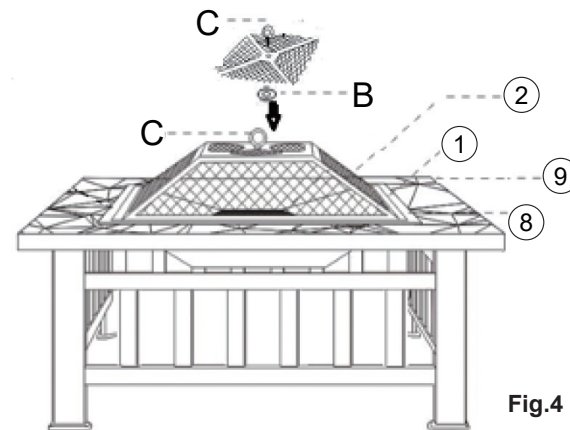

Fig.4
Coloque el cuenco de fuego (8) en el centro del marco superior (7) y ponga la rejilla de hierro (2) y la parrilla de barbacoa (9) en el cuenco de fuego (8). Monte el anillo de tapa (C) en la tapa de malla (1) con la tuerca (B), luego coloque la tapa de malla ensamblada sobre el cuenco de fuego (8) (Vea Fig.4)